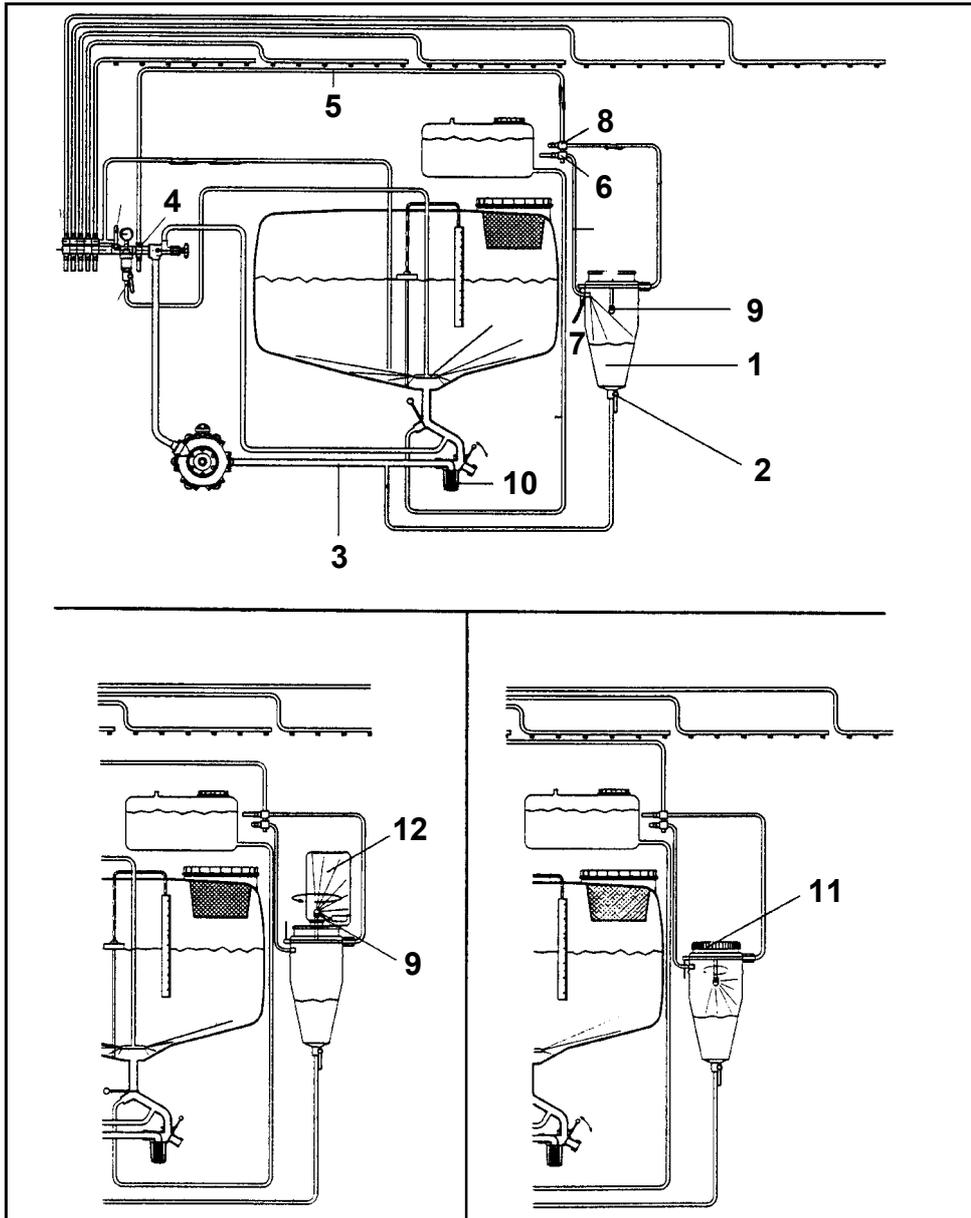

Fig. 74
- Fermez le robinet une voie (Fig. 74/ 6).
- Videz complètement le bac doseur par aspiration et rincez-le une nouvelle fois à l'aide du jet de rinçage (Fig. 74/ 9).
- **La vidange complète du bac doseur peut être accélérée en positionnant le levier, à la vanne-filtre (Fig. 74/ 10), sur "Füllen" (Remplissage).**
- **Avant de rincer le bac doseur, refermez son orifice de remplissage à l'aide du couvercle (Fig. 74/ 11).**
- Dès que le bac doseur est complètement vidé, fermez les robinets une voie (Fig. 74/ 2 et Fig. 74/ 4).
- Retournez le récipient (Fig. 74/ 12) et coiffez avec lui le jet rotatif puis ouvrez les robinets (Fig. 74/ 4 et Fig. 74/ 8). **Maintenez le récipient dans cette position pendant 30 secondes au moins.** Réaspirez dans la cuve le liquide de rinçage.